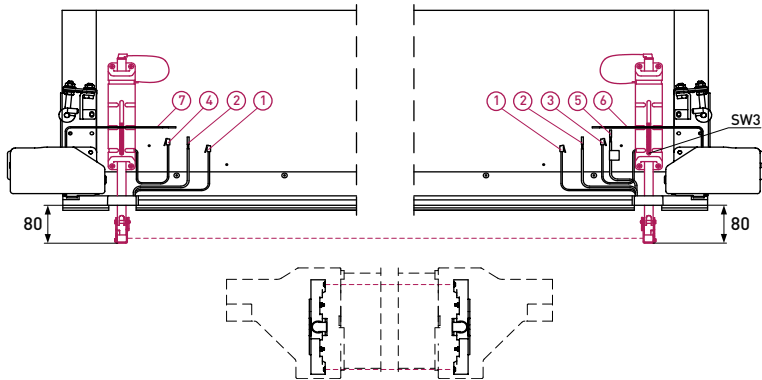

Fig. 1 — Réglage de la position de la tige avec le capteur du kit **PFS-200KIT**
- À la livraison des portes, un kit de photocellules avec supports **PFS-200KIT** est installé sur le tablier en position de transport, les câbles électriques sont connectés aux points de connexion. Après l'assemblage, il est nécessaire de régler les portes (fig. 1) :
5. Faites passer les câbles du tablier des portes dans les boîtes des kits par les entrées de câble. La *fig. 1* montre à titre d'exemple les câbles du tablier de portes industrielles avec un portillon à seuil plat :